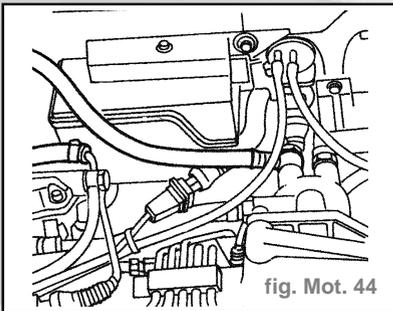

fig. Mot. 44
- Débrancher les deux raccords d'arrivée et de retour carburant (fig. Mot. 44).